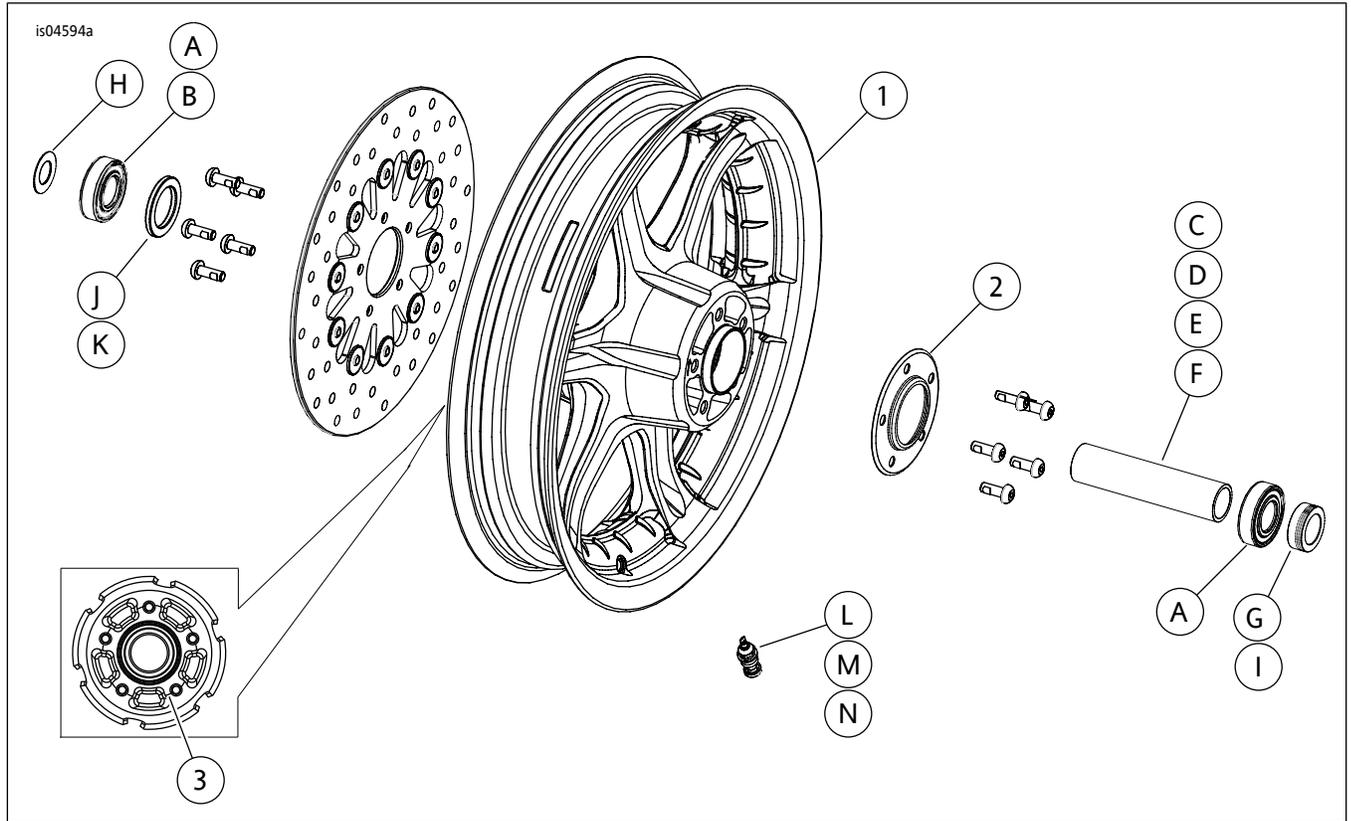

图2。维修零件：开槽式六辐条前轮（图中显示16英寸车轮）
这些套件包括定制车轮，根据套件，还可能包括轮毂盖。参见图2。和表3以了解套件内容。
2. 参见图2。在车轮上安装阀杆组件(L、M或N)。参阅维修手册中的“轮胎”部分。